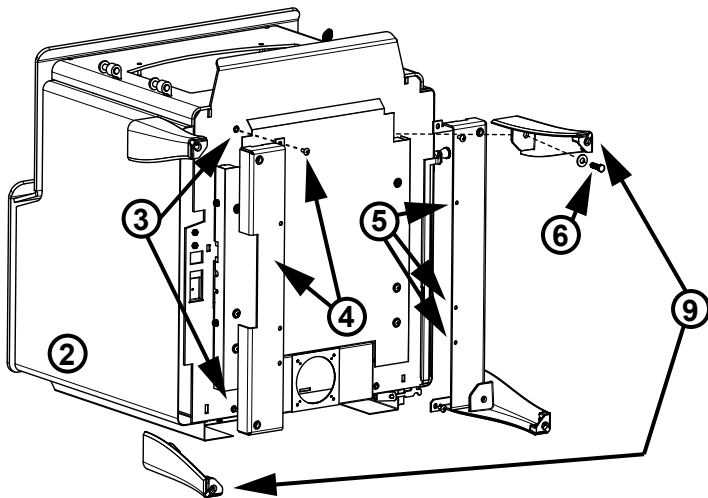

Figure 25.1
3. Retirez les quatre vis de l'appareil (**Figure 25.1**).
**REMARQUE :** Il y a un sens droit et gauche d'installation des pieds (**Figure 25.1**).
5. Installez six vis au bas des supports de pieds (**Figure 25.1**).
**REMARQUE :** Les pieds comportant un boulon de mise à niveau doivent être aux coins opposés de l'appareil - un à l'avant et un à l'arrière (**Figure 25.1**).